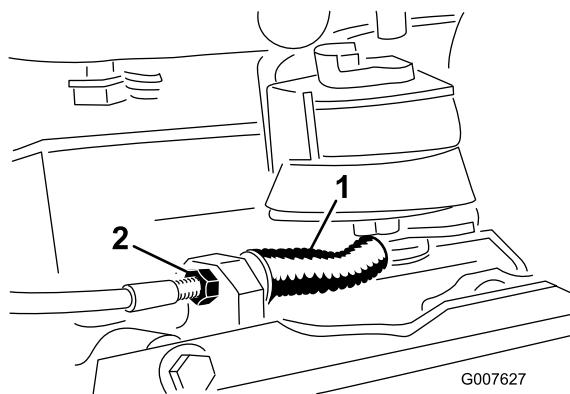

Рисунок 34
- Для уменьшения натяжения тросика отпускаяйте переднюю зажимную гайку тросика и затягивайте заднюю гайку (Рисунок 34). Повторите действия, описанные в пунктах 1 и 2, и при необходимости отрегулируйте натяжение.
- Для увеличения натяжения тросика затягивайте переднюю зажимную гайку тросика и отпускаяйте заднюю гайку (Рисунок 34). Повторите действия, описанные в пунктах 1 и 2, и при необходимости отрегулируйте натяжение.